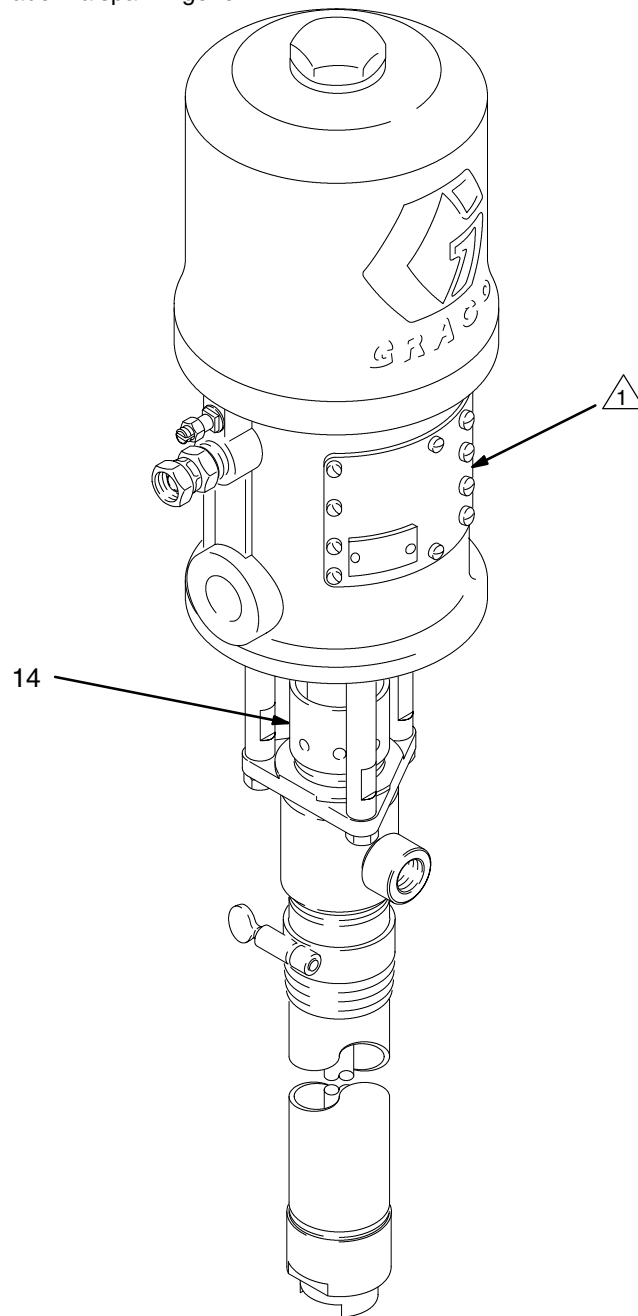

Fig. 2
Bevegelige deler kan klemme eller kutte av fingre eller andre kroppsdeler. Stempelet i luftmotoren (bak luftmotorplatene P) beveger seg når luften kommer inn i motoren, se fig. 2. Kjør derfor ALDRI pumpen mens luftmotorplatene (P) er tatt av.
Pakkmutteren (14) skal være fylt med Graco Throat Seal Liquid (TSL) eller et egnet løsemiddel som bidrar til å forlenge pakningens levetid. Justér pakkmutteren hver uke slik at den er akkurat fast nok til å hindre lekkasje – trekk ikke for hardt til. Se fig. 2. Følg alltid fremgangsmåten under **Trykkavlastning** på side 8 før pakkmutteren justeres.